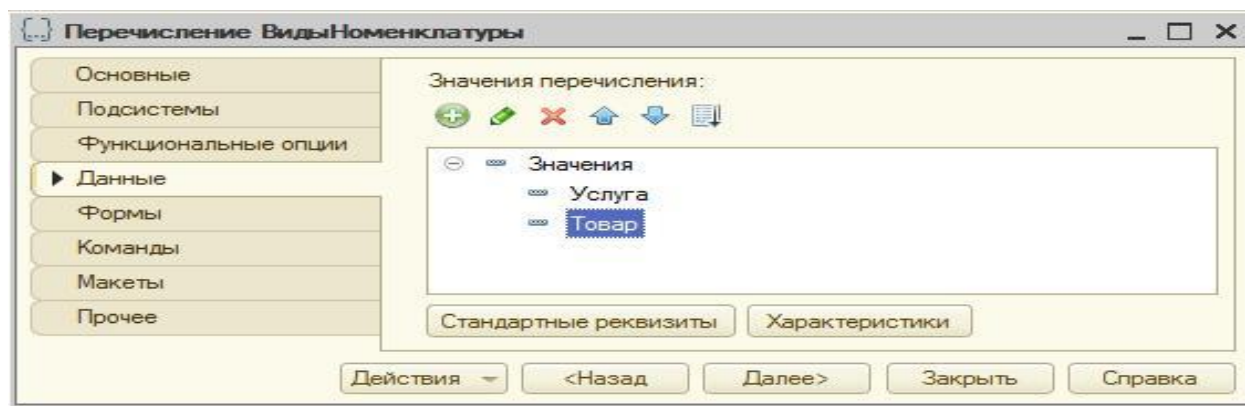

Рис. 80
- на закладке Данные (рис. 80) добавьте два значения перечисления: Товар и